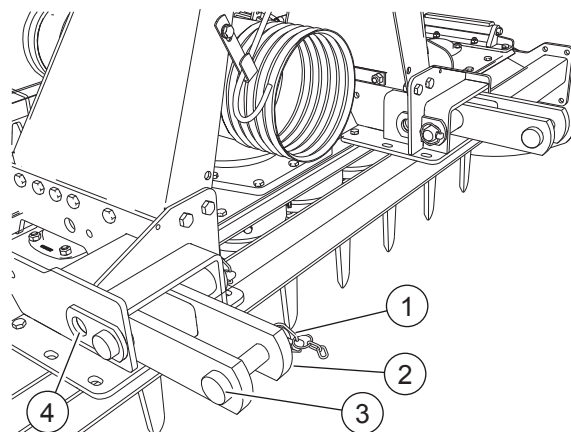

FIG. 26
- Rimuovere la copiglia (1, “Fig. 26”).
- Estrarre il perno (3).
- Estrarre e ruotare l'attacco trattore (2) di 180°.
- Inserire il perno (3).
- Bloccare il perno con la copiglia (1).